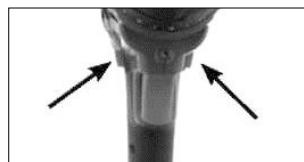

Рис. 5
Направление вращения патрона можно изменить с помощью реверсивного переключателя (4) (Рис.1). Он расположен над кнопкой включения (Рис. 5).